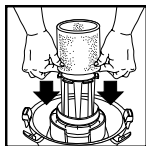

FIGURE 26
42. Avec le couvercle du réservoir dans une position renversée, glissez le manchon en mousse vers le bas, au-dessus du couvercle en tirant jusqu'à ce que le manchon en mousse couvre complètement le couvercle. **FIGURE 26.**